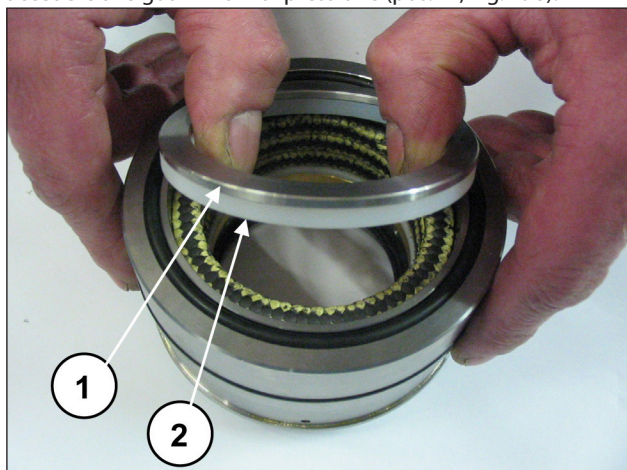
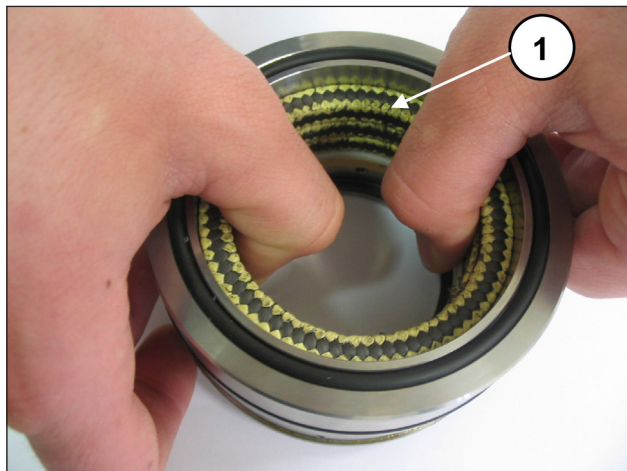

Fig. 197
Fig. 198
Separare il supporto guarnizioni dalla camicia, togliere l'anello per molla e l'anello raschiatore (pos. ①②, Fig. 197) per accedere alle guarnizioni di pressione (pos. ①, Fig. 198).